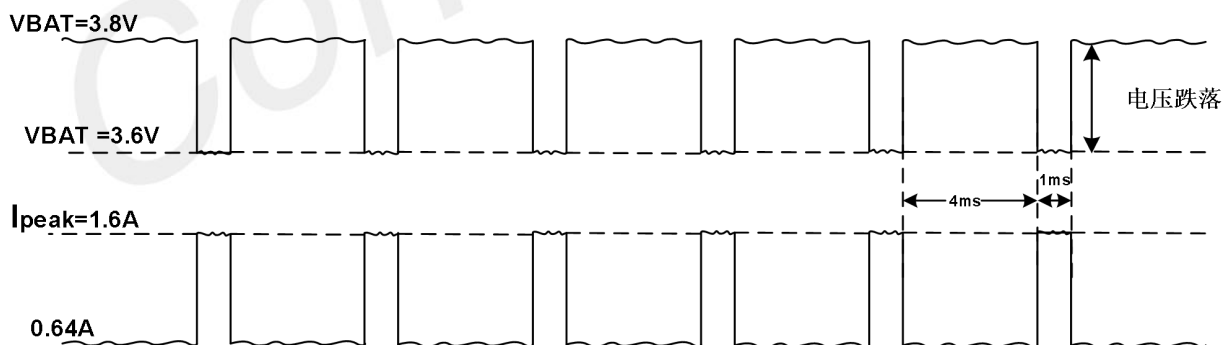

图 4: 模块在 B3(20MHZ) 和 N79(100MHZ) ENDC 组合下的最大耗流
2. 使用 SIMCom EVB 连接仪器测试了表 6 和图 4 中的  $I_{peak}$  和压降数据，模块供电电压为 3.8V，ENDC 组合为 B3（20MHz）和 N79（100MHz），子载波间隔为 30KHz。